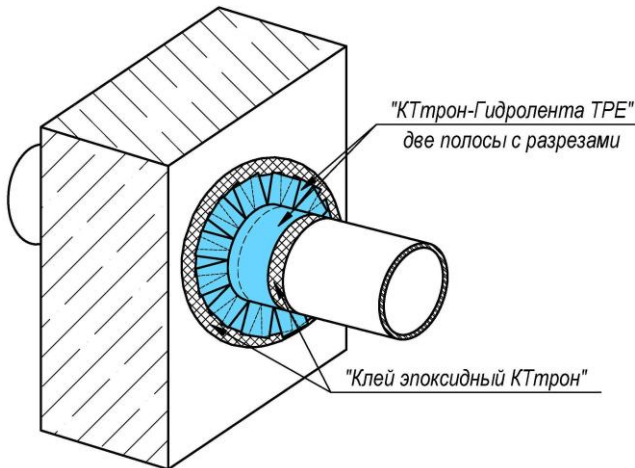

Рис. 7
- Сварить концы полосы между собой (Рис. 7).